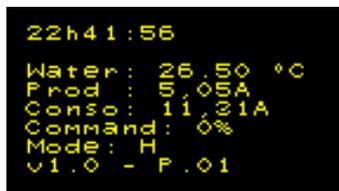
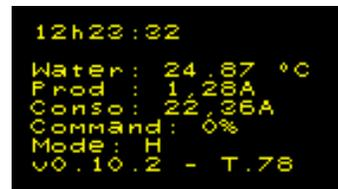

FIG 7 – Ecran principal
FIG 8 – Ecran principal (version de test)
**Note 2** : l'indication "version logiciel" indique soit "P" pour les versions de production (voir figure 7), soit "T" pour les versions de test (voir figure 8).